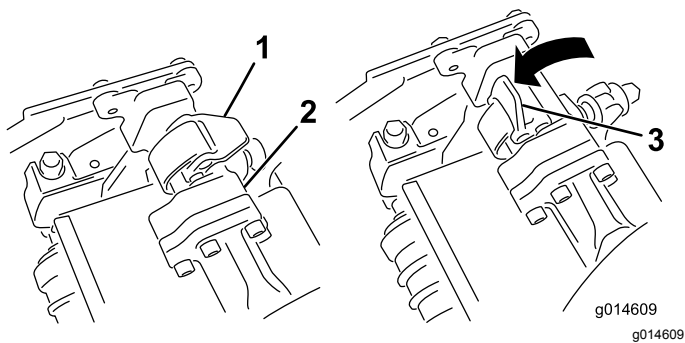

Figura 46
3. Com os fechos na barra do braço de suspensão a apontar para cima (i.e. abertos) (Figura 46), empurre o braço de suspensão para baixo de forma a que a barra passe pela barra através da parte superior da unidade de corte (Figura 47).
4. Feche os fechos para baixo e em redor da barra da unidade de corte e bloqueie-os no sítio (Figura 46).
4. Abra os fechos na barra do braço de suspensão da unidade de corte que está a remover (Figura 46).